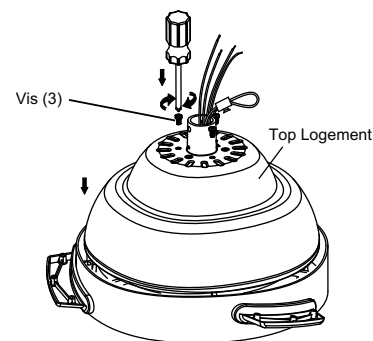

Fig. 6
Étape 2. Nourrissez soigneusement les fils de ventilateur vers le haut par le trou central du logement supérieur, placez le logement supérieur au-dessus du corps de moteur et alignez les trous. Insérez trois (3) vis du bloc matériel dans les trous et serrez-les solidement. (Fig.6)